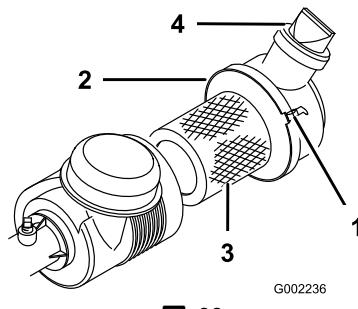

図 38
エアクリーナ本体にリーク原因となる傷がないか点検してください。本体とカバーがしっかりと密着しているのを確認してください。破損したボディーは交換してください。また、使用ごとにバルブ（図 38）をひねって、ゴミを落としてください。フィルタの定期整備間隔は100運転時間です。
3. ストラップをゆるめてカバーとボディー（図 38）を分離する。
7. ストラップを固定する（図 38）。
4. カバーを取り付け、バルブを下にしてストラップで固定する（図 38）。